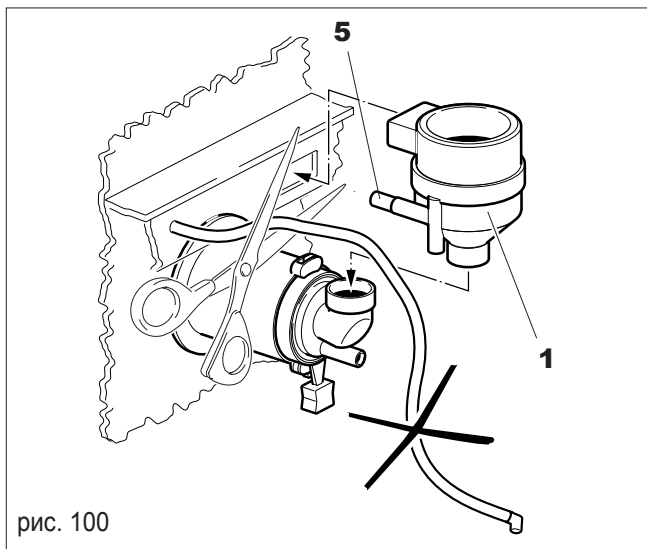

рис. 100
- Отрежьте необходимой длины трубку от клапана горячей воды и подсоедините к носику (5, рис. 100) диспенсера (1).